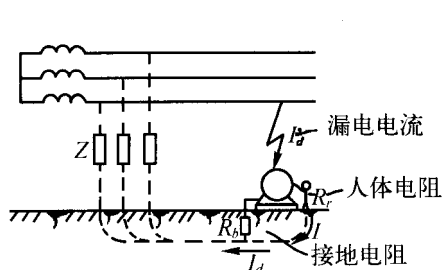
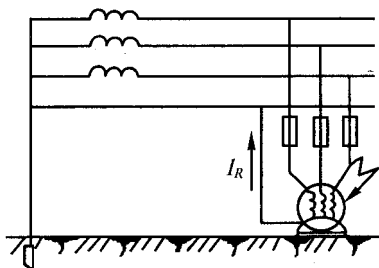

图 1-1 焊接电源保护接地原理
图 1-2 焊接电源保护接零原理
1. 工作条件 工作时交直流电焊设备的外壳都必须可靠接地。在电网为三相三线或单相系统中,应安设保护接地线,如图 1-1 所示。在电网为三相四线接地系统中,应安设保护接零线,如图 1-2 所示。